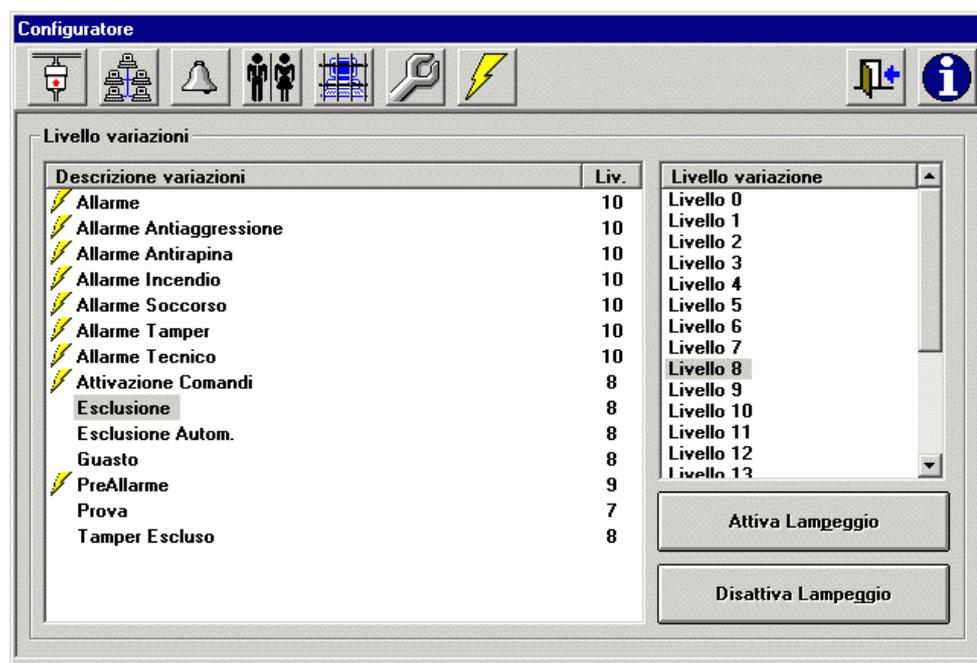

Figura 3.13 – MapsConf32: scheda Livello variazioni
- le impostazioni contenute nella scheda **Livello variazioni** di **MapsConf32** visualizzata in Figura 3.13; il presente paragrafo descrive in dettaglio queste impostazioni;